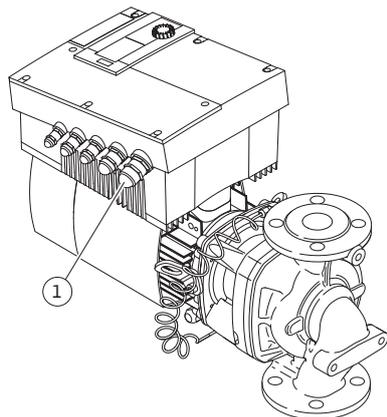

Fig. 24: Кабельный ввод M25
- Электроподключение должно осуществляться с использованием фиксированного кабеля для подключения к сети (сечение жил мин. 4 x 1,5 мм², макс. 4 x 4 мм²), оснащенного штекерным соединителем или всеполюсным выключателем с шириной размыкания контактов мин. 3 мм. Кабель для подключения к сети нужно проводить через кабельный ввод M25 (рис. 24, поз. 1).